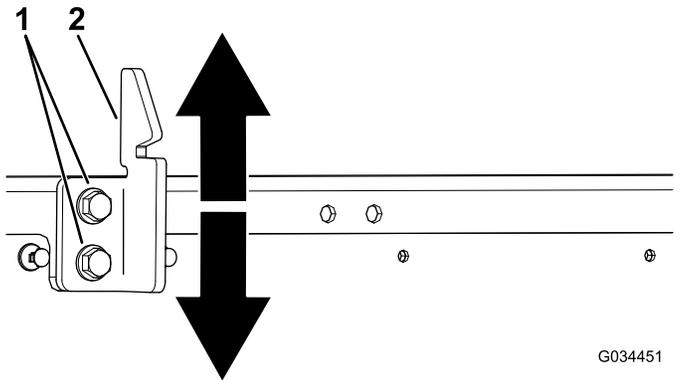

Рисунок 68
3. Ослабьте 2 болта на ударном выступе защелки кузова и переместите ударный выступ вверх или вниз, если он расположен слишком низко или слишком высоко (Рисунок 68).
4. Затяните 2 болта на ударном выступе защелки кузова (Рисунок 68).